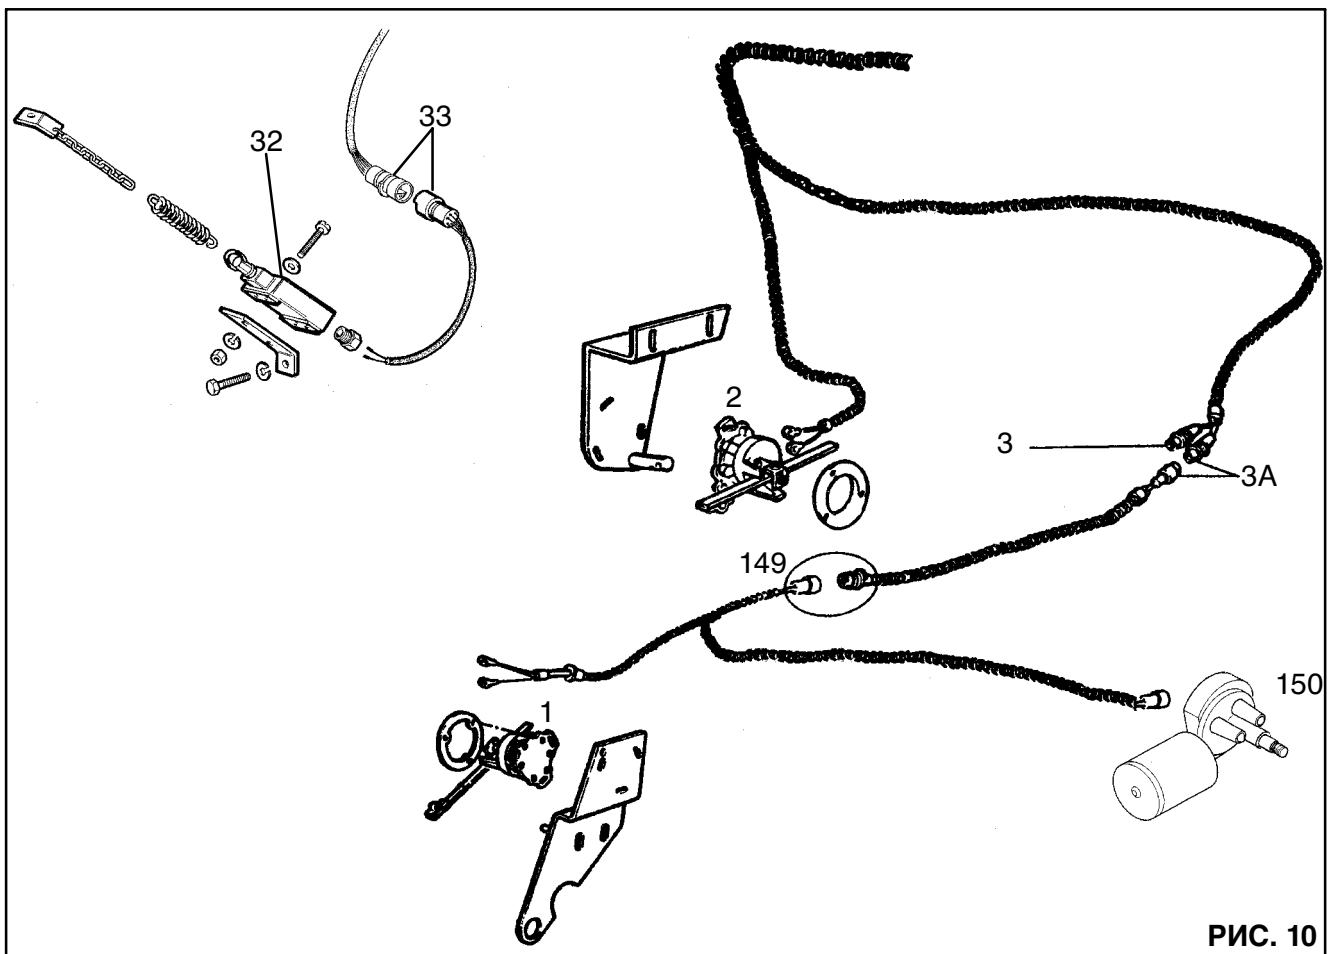

РИС. 10
МИКРОВЫКЛЮЧАТЕЛЬ ВКЛЮЧЕНИЯ СЧЕТЧИКА ОБРАБОТАННЫХ ГЕКТРОВ - Рис. 10
УПРАВЛЕНИЕ ЛЕЗВИЯМИ ЖАТКИ - Рис. 10**
- 33. Разъем для дополнительного кабеля микровыключателя счетчика обработанных гектаров (см. Рис. 10)